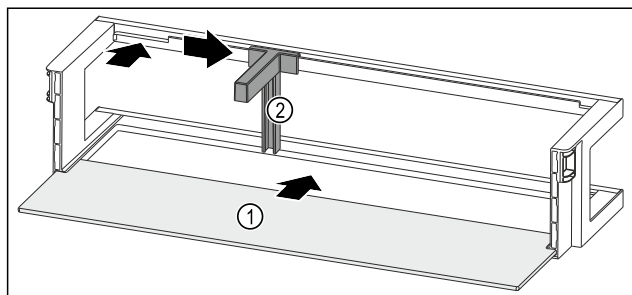

Fig. 240 Balconcino controporta con ripiano
- Inserire il ripiano Fig. 240 (1) negli incavi laterali.
- Inserire il fermabottiglie Fig. 240 (2) nell'incavo.
- Fare scorrere il fermabottiglie Fig. 240 (2) lateralmente alla posizione desiderata.